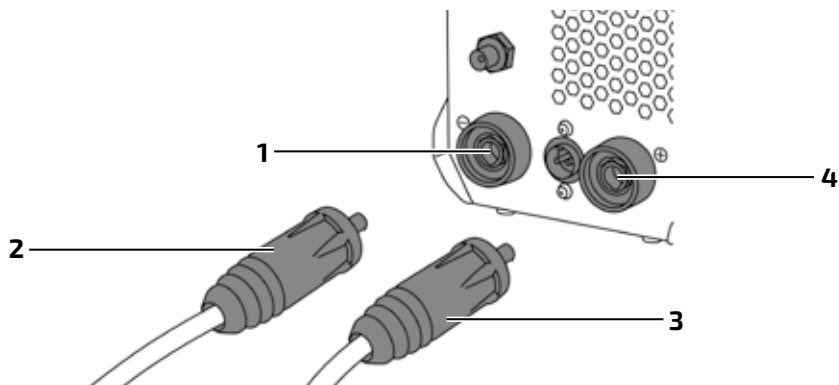

Рис. 10.0.2. Подключение в режиме MMA.
1. На передней панели сварочного аппарата имеется два панельных разъёма «+» и «-». Для плотного закрепления кабеля с электрододержателем и кабеля с клеммой заземления в разъёмах необходимо плотно вставить силовой наконечник с соответствующим кабелем в панельный разъём и повернуть его по часовой стрелке до упора (см. рис. 10.0.2).